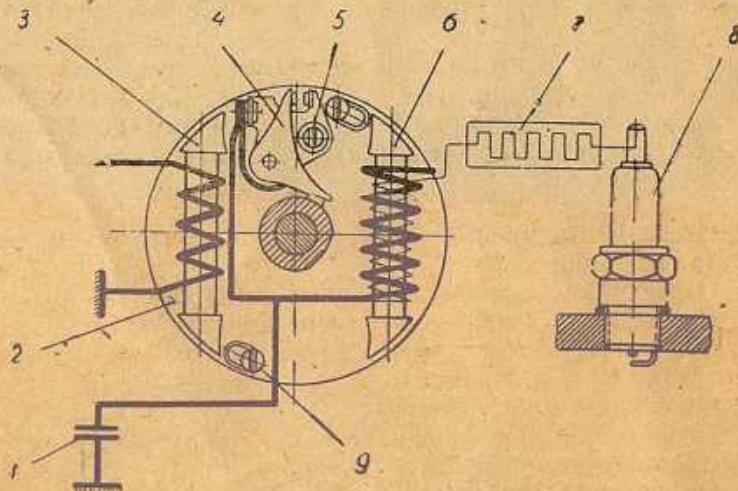

Рис. 6 — Схема зажигания.
Электрооборудование — схема рис. 6 состоит из маховикового магдино модели МГ102 с проводом высокого напряжения, сопротивления СЭ-12 и свечи А7, 5У.
Зазор между контактами прерывателя при положении поршня в ВМТ должно быть 0,35—0,4 мм. Для регулировки зазора следует отвернуть винт 5 (рис. 6), повернуть на необходимый угол рычажок 4 и затянуть винт 5.
2. Ослабить два крепежных винта 9 (рис. 6) крепящих статор магдино 2, и повернуть статор на необходимый угол до начала размыкания контактов.